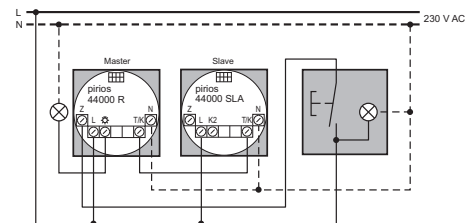

fig. 2 Fonction de poussoir Redéclenchement
- Fonction Redéclenchement (Retrigger): connexion à Z du Master (schéma fig. 2).